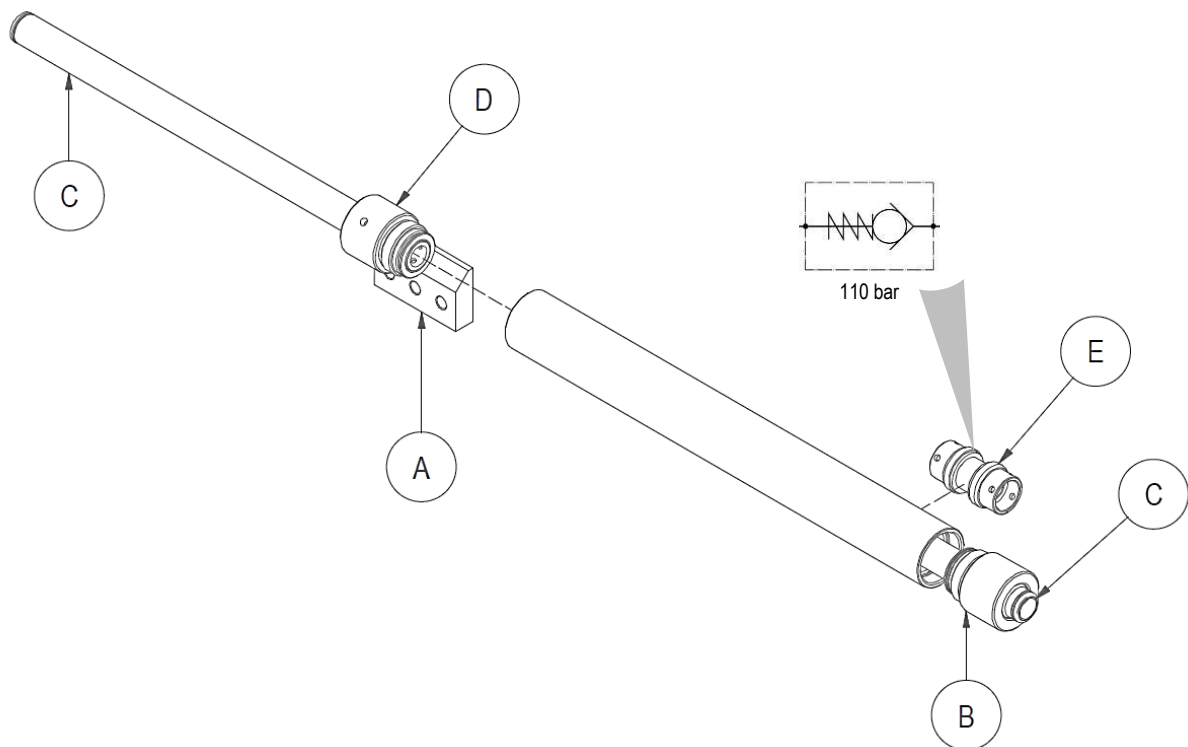

Figura 29
1. Bloccare in una morsa il piattino **A** (vedi *Figura 29*).
2. Con una chiave a settore 35-50 svitare il tappo **B**. Per rimuovere il tappo dallo stelo, sfilarlo dall'estremità **C** (vedi *Figura 29*).
3. Bloccare in una morsa con ganasce morbide (prestando attenzione a non deformare la camicia) il cilindro e con l'ausilio di una chiave a settore 35-50 svitare il tappo **D**. In caso di difficoltà, utilizzare un martello gommato sul piattino **A** (vedi *Figura 29*).
4. Per rimuovere la valvola interna **E** utilizzare un semplice stelo per spingerla fuori. Prestare attenzione alla direzione della valvola per il successivo rimontaggio (vedi *Figura 29*)
1. Portare i tappi a circa metà degli steli inserendoli dall'alto (estremità **C**) per non rovinare le guarnizioni ed inserire la valvola a metà cilindro (vedi *Figura 29* a pag.36).
2. Inserire il tappo (con il relativo stelo inserito) **D** applicando un frena-filetti a media resistenza (tipo LOXEAL 5503) (vedi *Figura 29* a pag.36).
3. Avvitare il tappo **B** (con il relativo stelo inserito, vedi *Figura 29* a pag.36).
Per la sostituzione delle guarnizioni interne dei tappi (guarnizione di tenuta stelo ed anello raschiatore), prestare attenzione a non rovinare la sede di inserimento. Utilizzare un cacciavite a testa piatta operando dalla parte esterna (vicino all'estremità **C**, vedi *Figura 29* a pag.36).